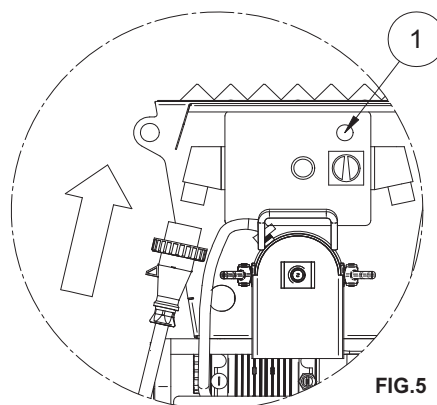

FIG.5
10.1 BRANCHEMENT ELECTRIQUE (voir fig.5)
Raccorder l'alimentation à la fiche du mélangeur située sur le tableau électrique (fig.5).
Lorsque le câble est relié, fournir la tension ; le voyant vert situé sur le tableau électrique (réf.1,fig.5) s'allumera si le branchement est correct et la tension présente.